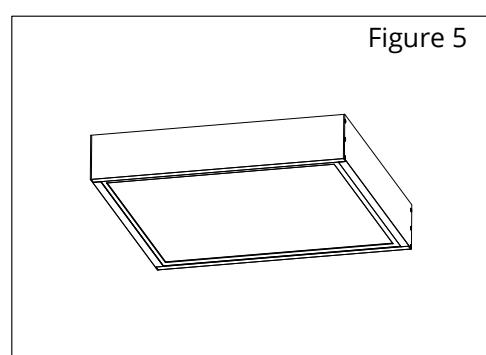

Figure 5
- 5** Connecter les fils électriques de l'alimentation au projecteur à DEL. Remettre en place le côté précédemment retiré à l'étape 3. Une fois cette étape terminée, l'installation est considérée comme achevée (voir figure 5).